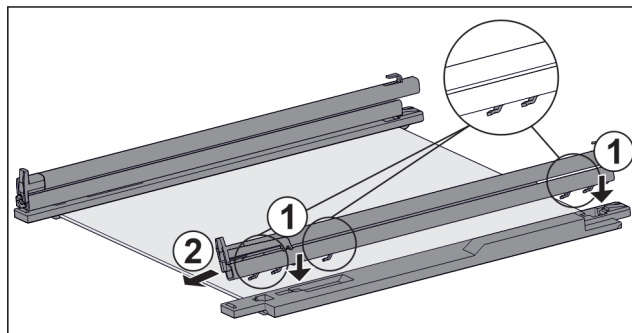

Fig. 48 Steklena plošča z vodili in držalnimi deli
- ▶ Kavelj vodila namestite na odprtine **levega** držalnega dela. Fig. 48 (1)
- ▶ Vodilo potisnite proti sprednji strani. Fig. 48 (2)
- ▶ Kavelj vodila namestite na odprtine **desnega** držalnega dela. Fig. 48 (1)